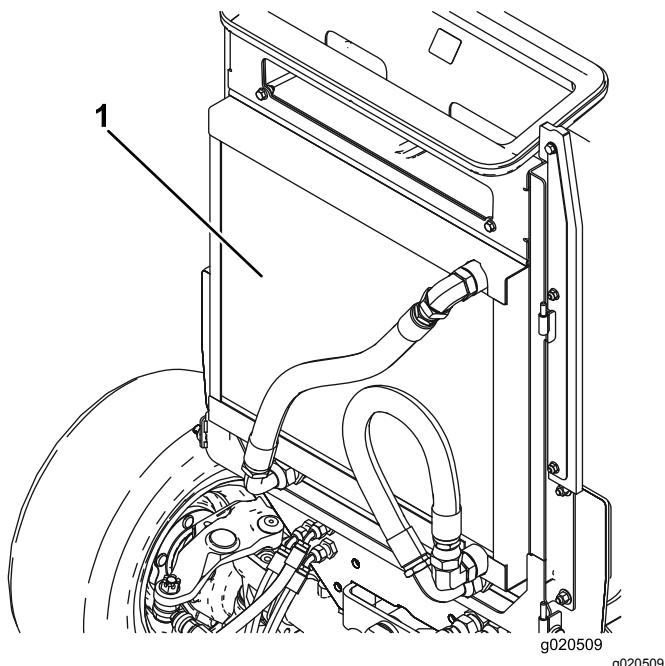

Figura 113
4. Pulite accuratamente entrambi i lati del refrigeratore dell'olio e il radiatore con aria compressa (**Figura 113**).